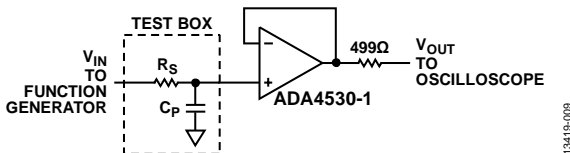

図 11. 入力直列抵抗を使用した 合計入力容量の測定
3. 入力直列抵抗  $R_S$  を通じて、テスト・ボックスの入力ピンにファンクション・ジェネレータを接続し、ADA4530-1R-EBZ-BUF の出力にオシロスコープを接続します (図 11 を参照)。